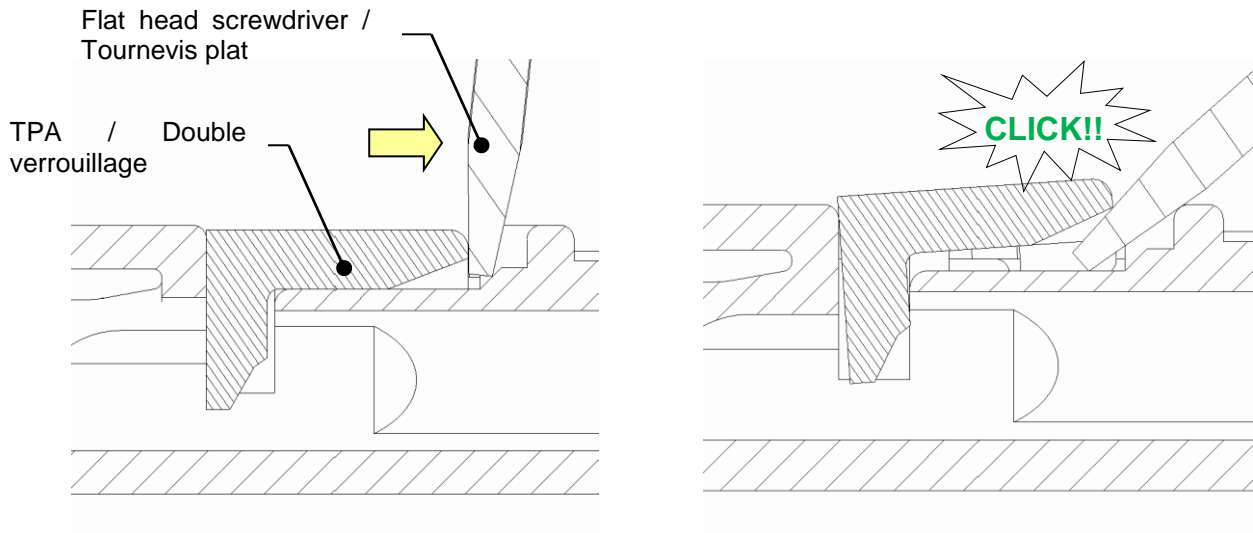
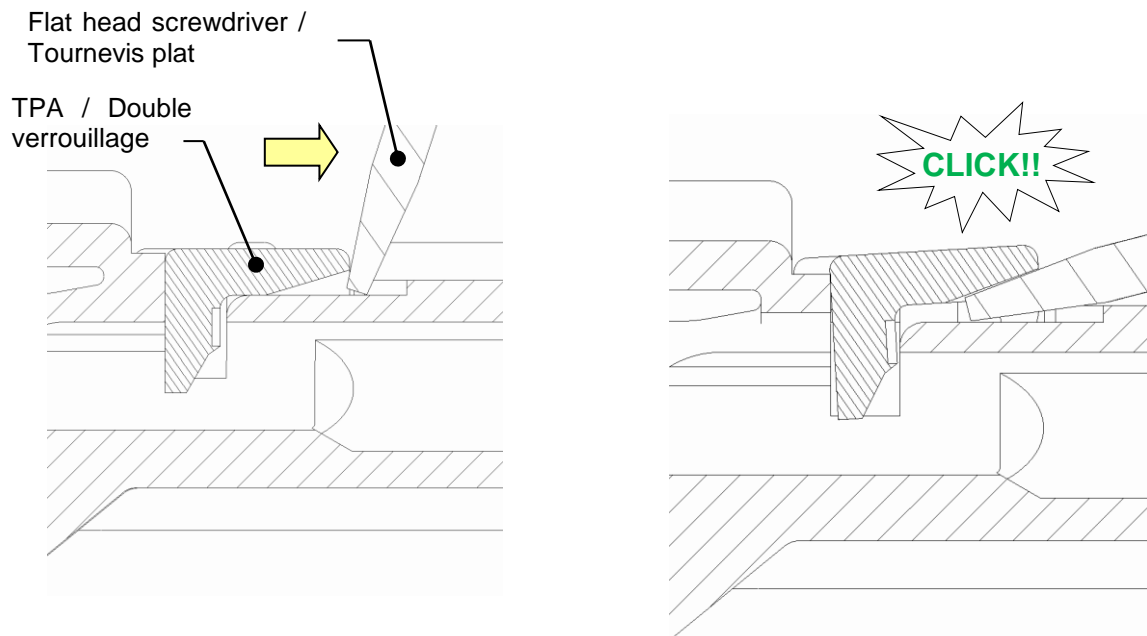

Figure 48 TPA removal (screwdriver) - female / Ouverture du DV (tournevis) – porte-clips
Figure 49 TPA removal (screwdriver) - male / Ouverture du DV (tournevis) – porte-languettes
Push the tool into the direction of the arrow until the TPA jumps into pre-set position and you hear a CLICK sound, as shown on Figure 48 through Figure 49.
*Pousser l'outil dans la direction de la flèche jusqu'à ce que le double verrouillage s'ouvre et un clic se fasse entendre, comme montré sur les figures 48 à 49.*